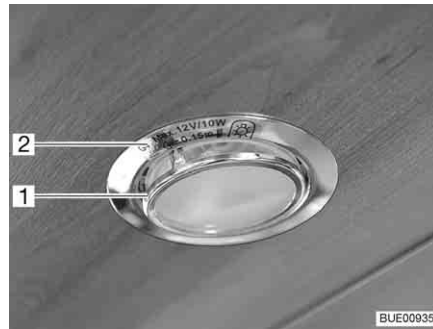

Fig. 271 Lampada alogena a incasso (piatta)
La lampada alogena a incasso (Fig. 271,2) è incassata nel diaframma.
- Estrarre l'anello di copertura interno con lastra di vetro (Fig. 271,1) con uno strumento adeguato (p. es. un cacciavite) dall'involucro.